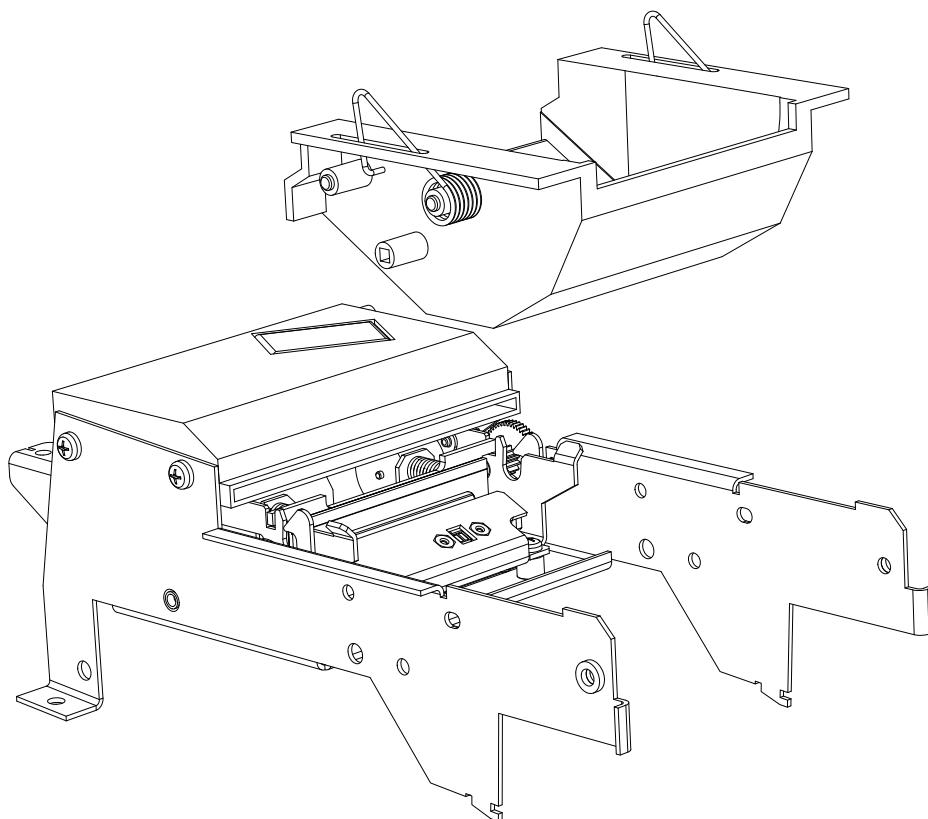

Рисунок 13. – Контейнер рулона снят
- ◆ Снимите контейнер рулона (см. рисунок 13).